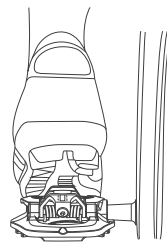

Abbildung 5. Einrasten durch Abrollen überprüfen
- Überprüfe die Einrastverbindung, indem du versuchst, deinen Fuß vom Pedal abrollen zu lassen (Abbildung 5). Wenn dein Schuh vom Pedal abrollt, beginne noch einmal von vorne.